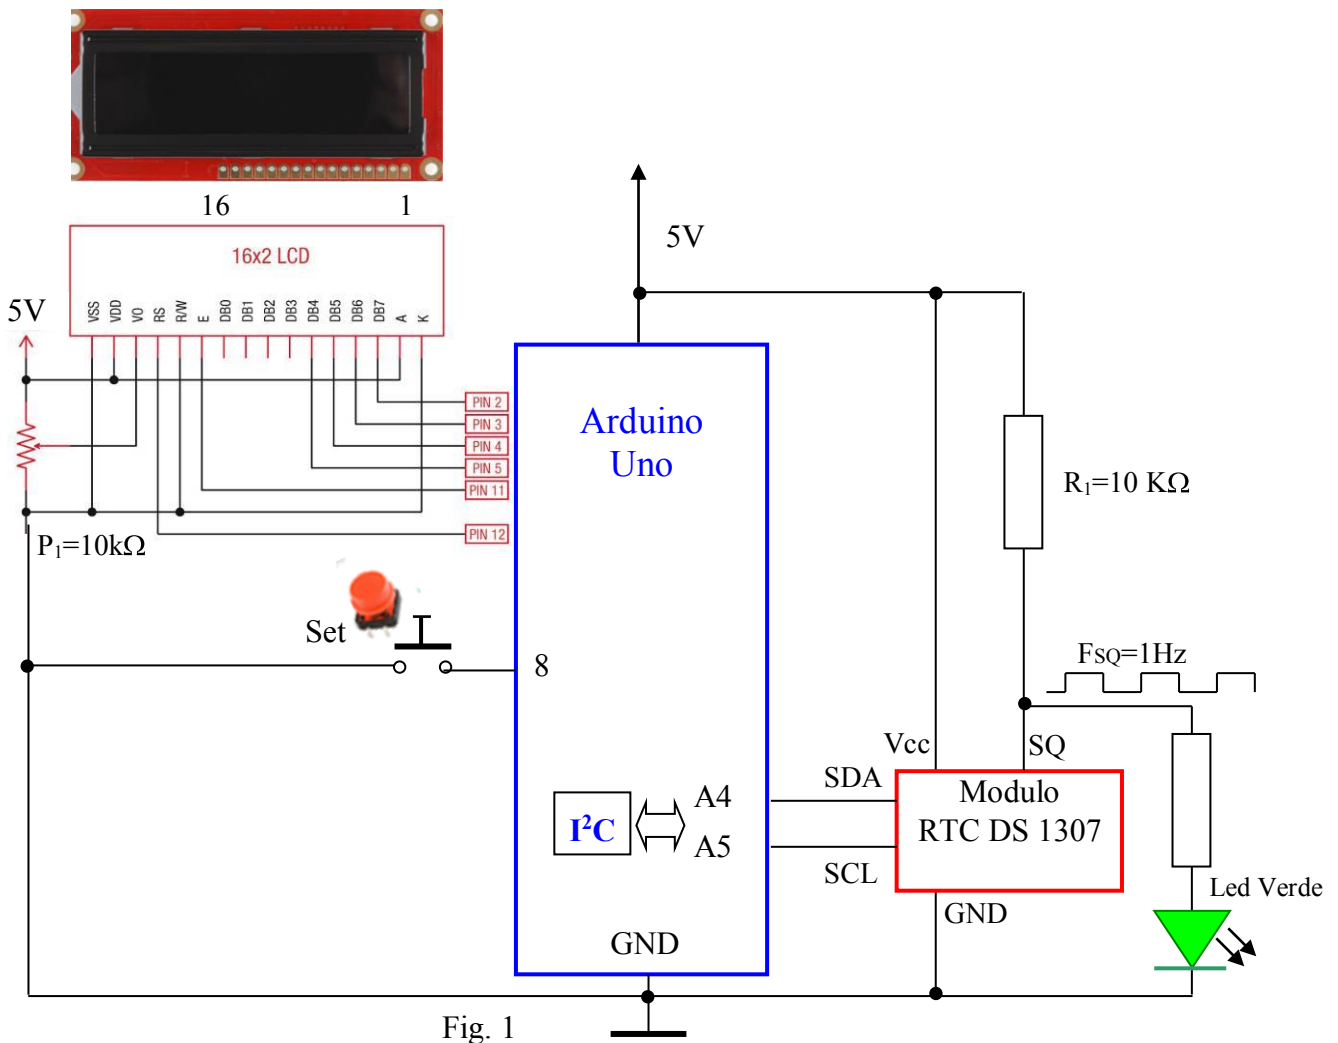

Fig. 1
In Fig. 1 è riportato lo schema elettrico del sistema.
- il **registro di controllo** (08h) è utilizzato per pilotare l'uscita SQ (che è un'onda quadra). Infatti il nostro modulo RTC ha la possibilità di generare un onda quadra di 1Hz, 4096KHz, 8192KHz, 32768KHz. Tramite software viene programmato il registro per generare un'onda quadra ad 1 Hz. Il segnale viene utilizzato per il lampeggio di un LED verde (Fig. 1)